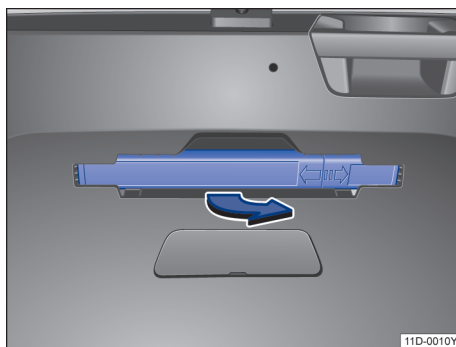

图 36 行李厢内：三角警告牌的位置
- 从三角警告牌的固定装置按图示箭头方向按压并旋转，直至取出三角警告牌→图 36。